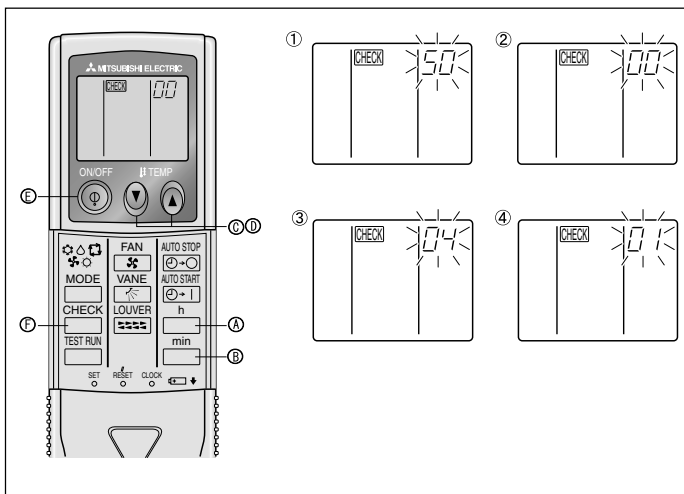

Fig. 6-7
- Pulse el botón MODE (E) para que el modo y el número de configuración (1) y (2) estén continuamente activados y se pueda confirmar el contenido de la configuración.
- Mantenga simultáneamente presionados los FILTER (A) y TEST RUN (B) durante dos segundos por lo menos. La pantalla de selección de funciones desaparecerá momentáneamente y aparecerá la visualización de desconexión (OFF) del acondicionador de aire.
2) Para el controlador remoto inalámbrico por infrarrojos (Fig. 6-7)